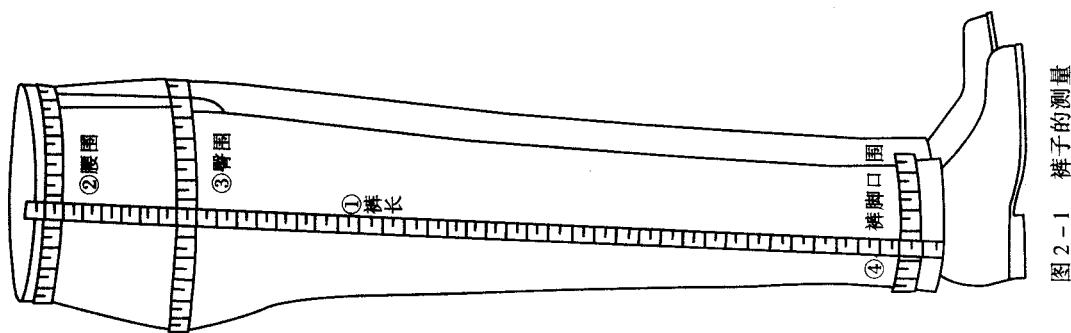

图 2-1 裤子的测量
1. 主要部位（图 2-1）
①裤长：自体侧从腰部最细处、裤腰头的上缘，即从胯骨向上 1.5 寸处起向下量至所需的长度。一般量至脚跟（鞋垫）的部位，对穿高跟鞋女士可量至脚跟向下 1 寸的位置，此尺寸为裤子的基本长度，可依个人爱好和流行情况适当增减。
②腰围：在腰部最细处水平围量一周，得到的净尺寸再加放松量 1~1.5 寸。如系腰带量，软尺则沿腰带外侧测量，不需再加放松量，以实测值为准。
③臀围：在臀部最丰满处水平围量一周，得到净尺寸，根据穿着的多少加放松量，一般裤加放 1.5~2 寸，老年裤加放 3 寸以上。
④裤脚口围：在裤脚口部位水平围量一周的尺寸。
①上裆长：被测量者坐在椅子上，从腰部最细处，即胯骨往上 1.5 寸处量至椅面的长度。也可根据臀围尺寸来计算，即 $\frac{2H}{10} + 2.5$ 寸。
②横裆围：大腿根水平围量一周的尺寸。正常体不需测量该尺寸。
③中裆围：膝盖处水平围量一周的尺寸。